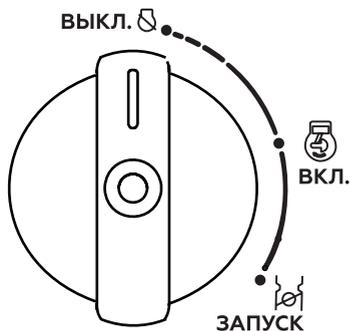

Рис. 14. Положения multifunctional рычага
5. Поверните multifunctional рычаг сначала в положение «ВКЛ.», затем в положение «ЗАПУСК» (Рис. 14). При этом включается цепь зажигания, открывается топливный кран и закрывается воздушная заслонка карбюратора.
При запуске прогретого двигателя воздушную заслонку карбюратора закрывать не нужно. При запуске прогретого двигателя устанавливайте multifunctional рычаг в положение «ВКЛ.» (Рис. 14).
7. По мере прогрева двигателя (как только двигатель начнет «захлебываться») постепенно открывайте воздушную заслонку (поворачивайте multifunctional рычаг из положения «ЗАПУСК» в положение «ВКЛ.») (Рис. 14). Прогрев двигателя в зависимости от температуры окружающей среды занимает не более 1 минуты.
При возникновении аварийной ситуации, для экстренной остановки двигателя генератора поверните multifunctional рычаг в положение «ВЫКЛ.» (ВЫКЛЮЧЕНО) (Рис. 14).
3. Поверните многофункциональный рычаг в положение «ВЫКЛ.» (ВЫКЛЮЧЕНО) (Рис. 14).